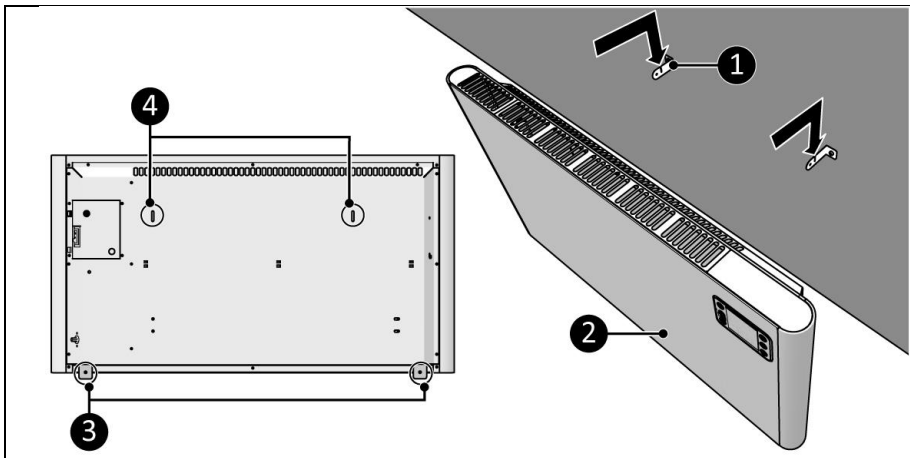

Afbeelding 9
4. Boor twee gaten op ten minste 610 mm boven de vloer en met een afstand van (Afbeelding 9, pos. A):
5. Plaats de muurpluggen (Afbeelding 9, pos. 2).
6. Schroef een linker- en rechterbeugel (Afbeelding 9, pos. 3) met een grote schroef (Afbeelding 9, pos. 4) aan de muur vast met behulp van een kruiskopschroevendraaier (Afbeelding 9, pos. 1).